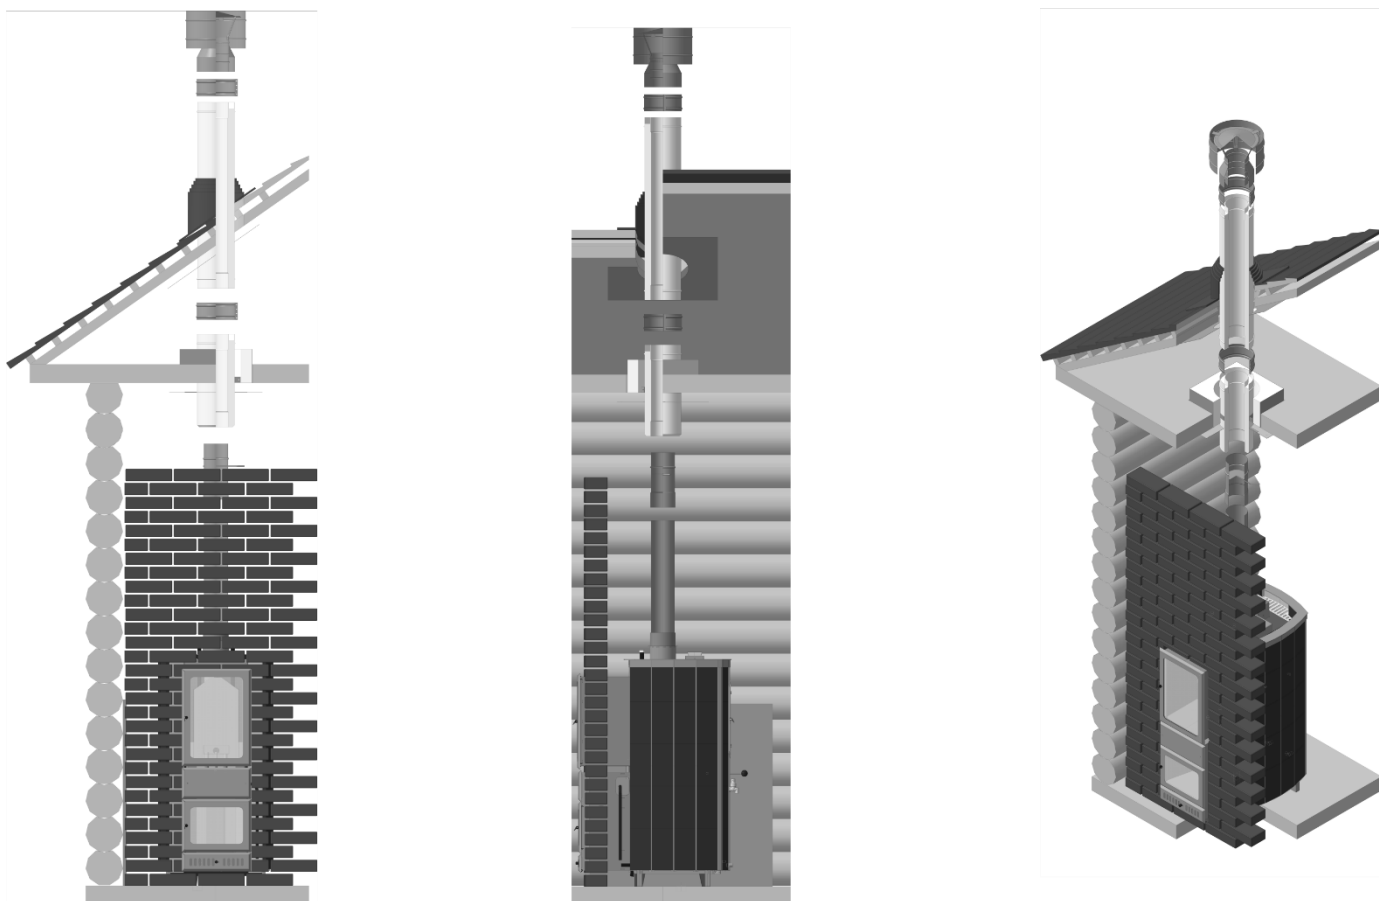

Рис. 11.Схема установки печи
2.2.1. Рекомендуемая схема установки печи приведена на рис. 11.